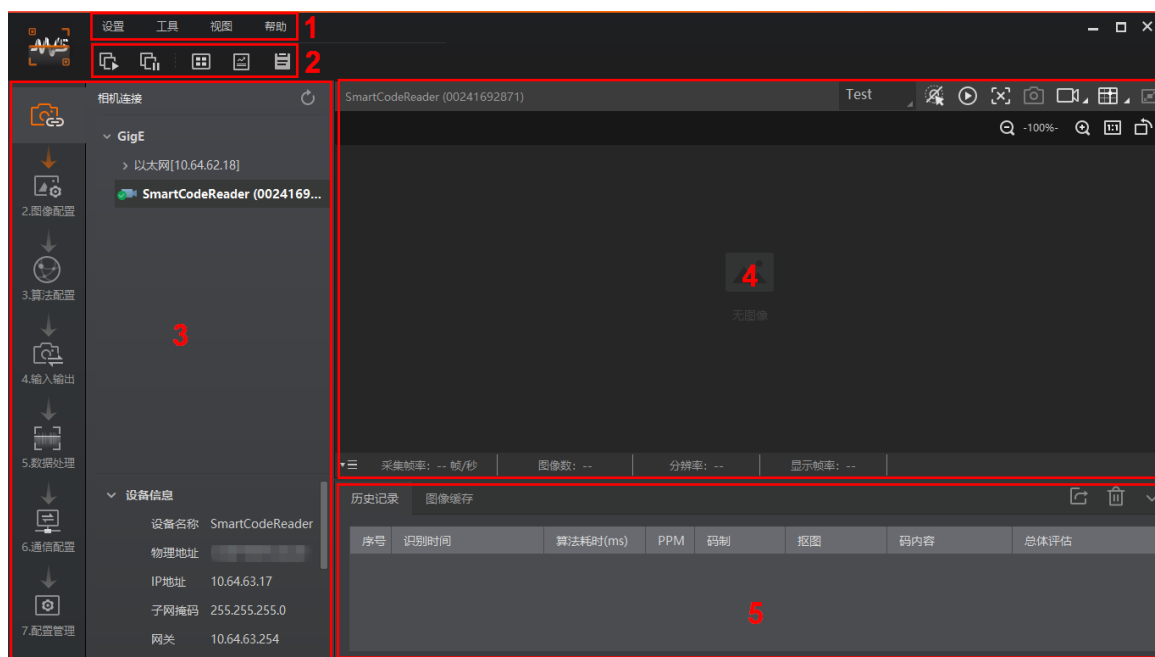

图2-7 IDMVS 主界面
2. 连接设备后客户端主界面如图 2-7 所示，各功能模块的简要介绍请见表 2-1。